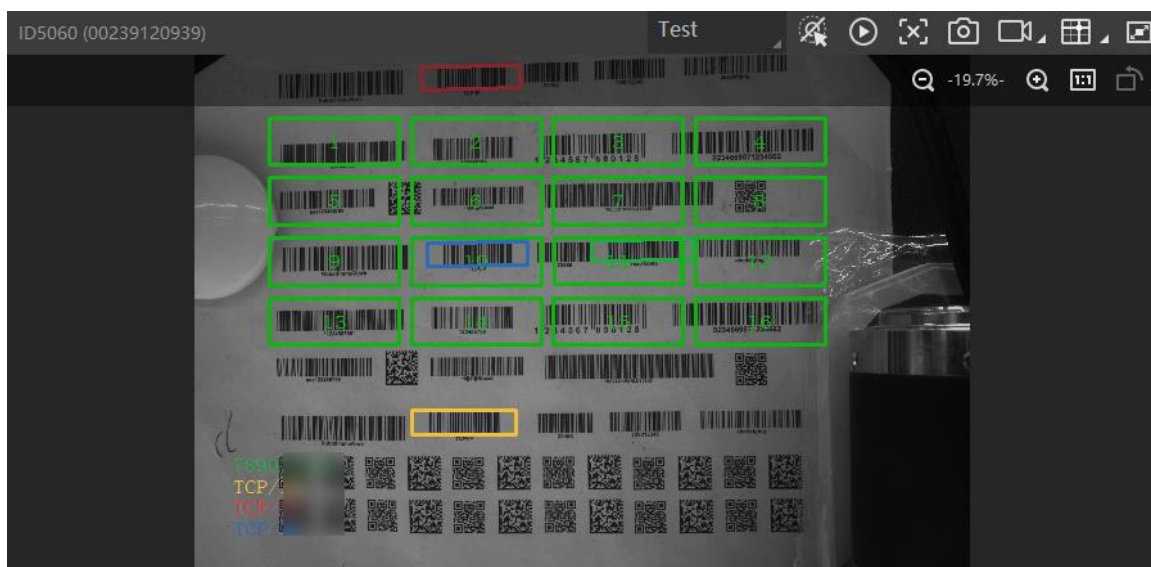

图3-36 批量绘制 ROI
4. 点击“确定”，预览窗口将显示绘制的阵列 ROI，如图 3-36 所示。